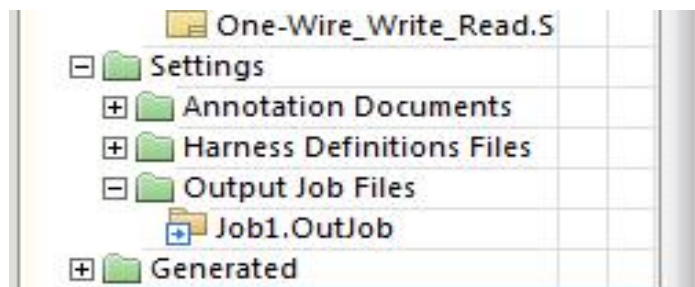

图5-20
(1) 在AD主界面主菜单下选择“文件-新建- Output Job”(File—New—Output Job File),用于创建一个新的输出工作配置文件。
(2) 如图5-20所示，在当前工程的Output Job Files子文件夹内新添加了名字为 Job1. Outjob的输出工作文件。